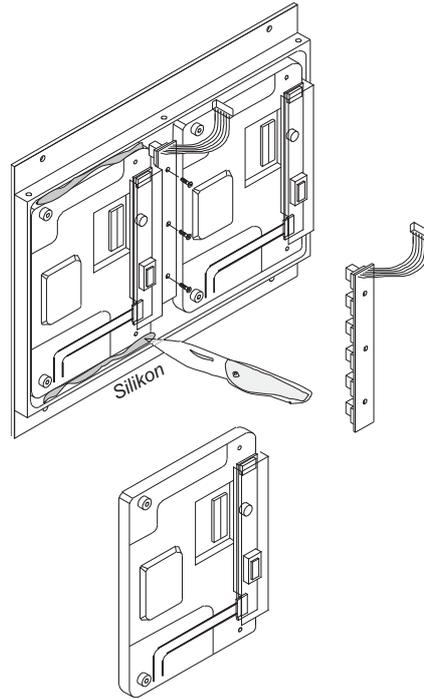

Bild D 8-17 : Entfernung des Silikons und Entnahme des defekten Displays
9. Entfernen Sie vorsichtig, aber vollständig die Silikonstreifen und entnehmen Sie das defekte Display (Bild D 8-17).